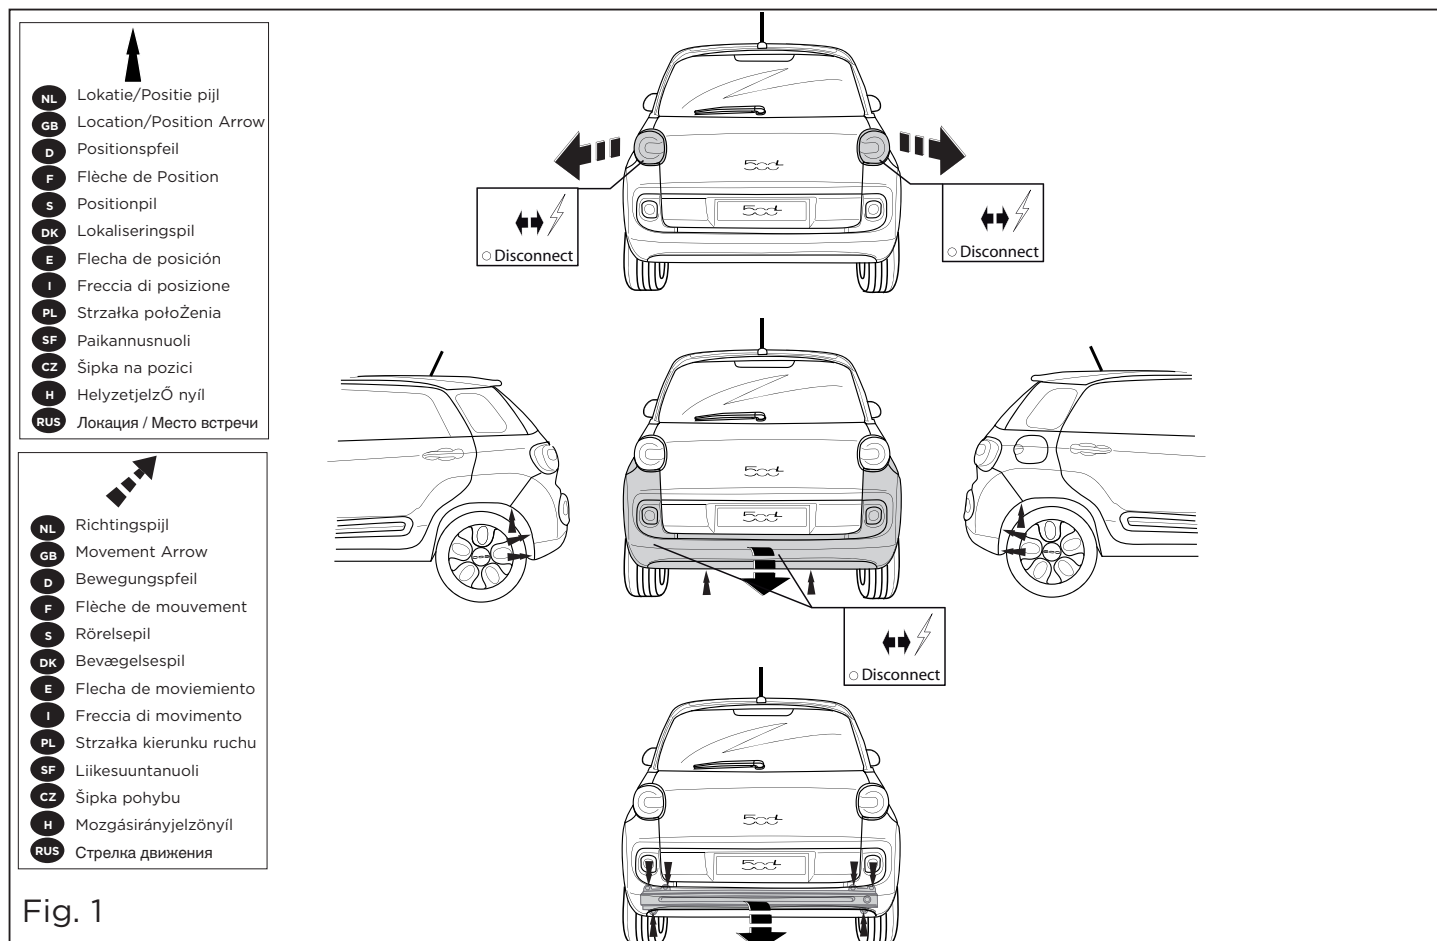

Fig. 1
1. Die Rücklichter abmontieren. Die Stoßstange einschließlich des stählernen Stoßbalkens vom Fahrzeug abmontieren. Der Stoßbalken wird nicht mehr benötigt. Siehe Abbildung 1.
1. Démontez les feux arrière. Déposer le pare-chocs du véhicule y compris la traverse en acier ; la traverse ne sera plus utilisée. Voir la figure 1.